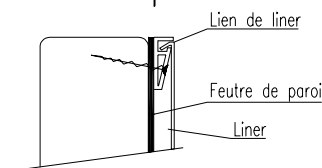

Figure 27 :
g) Remplir la piscine sur une hauteur de 2 cm (figure 27).